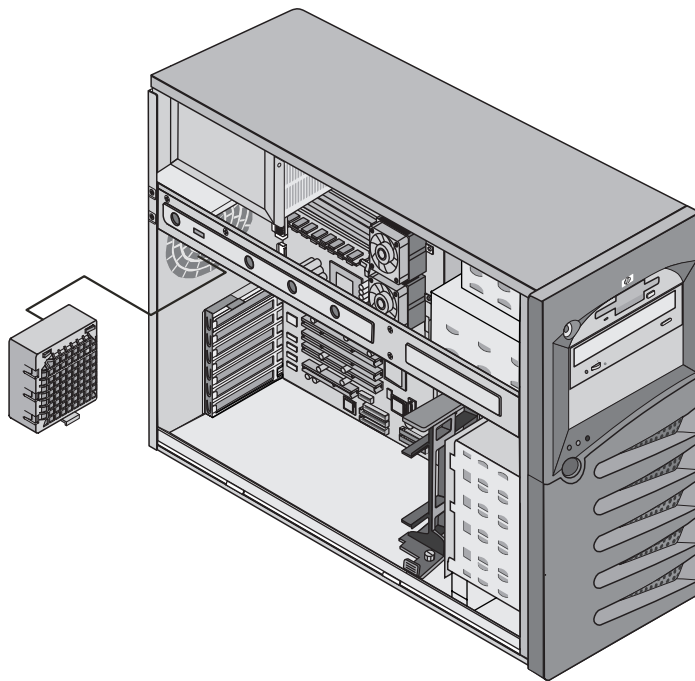

Abbildung 5-1: Entfernen des Gehäuselüfters
6. Ziehen Sie den Stecker, und nehmen Sie den Lüfter heraus (siehe Abbildung 5-1).